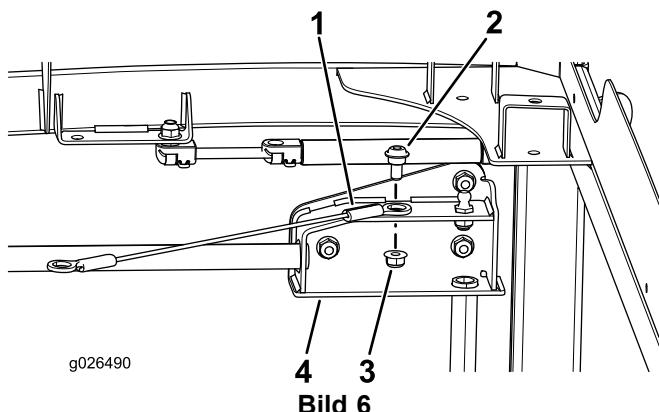

Bild 6
1. Befestigen Sie die Verbindungsleine mit einer Ansatzschraube (5/16" x 1/2") und einer Sicherungsmutter (5/16") am Türrahmenscharnier, wie in Bild 6 abgebildet.